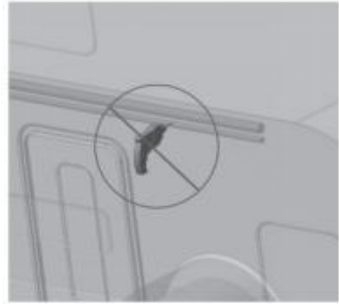

Figuur D1
B2E luifelconstructie diagram : Figuur D1
3.6 Wikkel de stof in dezelfde richting om de oprolbuis, rijg vervolgens het andere uiteinde van de stof door de stoffen strip van het voertuig (Afbeelding D1 3) en plaats ten slotte de rolconstructie in de stalen as aan de bovenkant van de motoropklaparm. Draai de schroeven vast om de roleindkap aan de stalen as te bevestigen (Afbeelding D1 4).
3.7.3 Verwijder de veiligheidspen aan de niet - motorzijde van de eindkap van de haspel (Afbeelding D1 8), laat de vouwarm los en span de stofrol stevig aan.